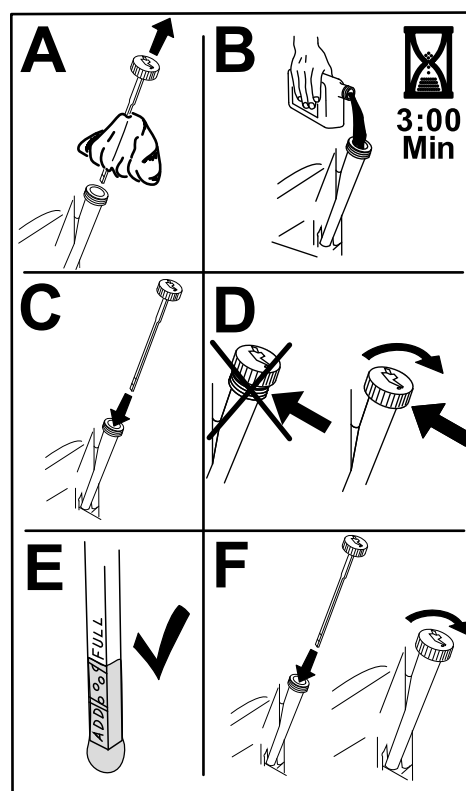

Figura 43
6. Versate lentamente circa l'80% dell'olio indicato nel tubo di rifornimento e sempre con cautela rabboccate l'olio necessario per portarlo alla tacca di **Pieno** (Figura 43).